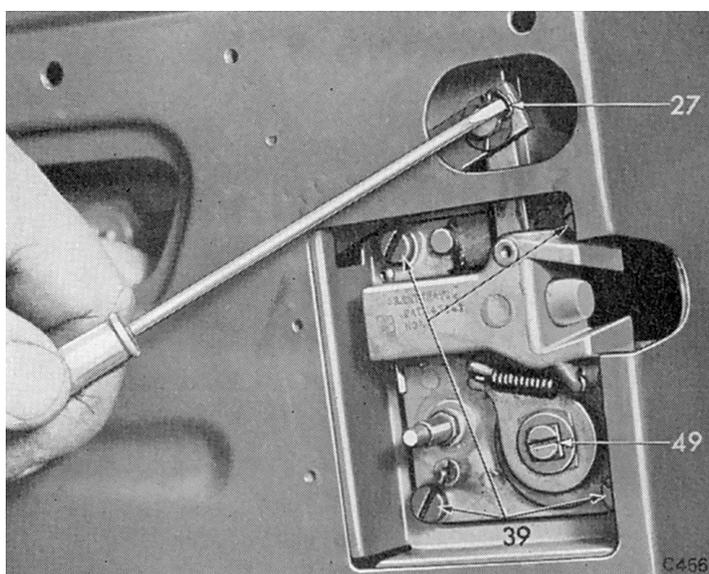

Fig. 32. Connexion de la commande à distance à la serrure
1. Dépose (Fig. 32)
- Retirer les vis (39) et (49) retenant la serrure au panneau de portière.
- (Portière conducteur seulement). Retirer la vis (49) (Fig. 32) du centre de l'axe.